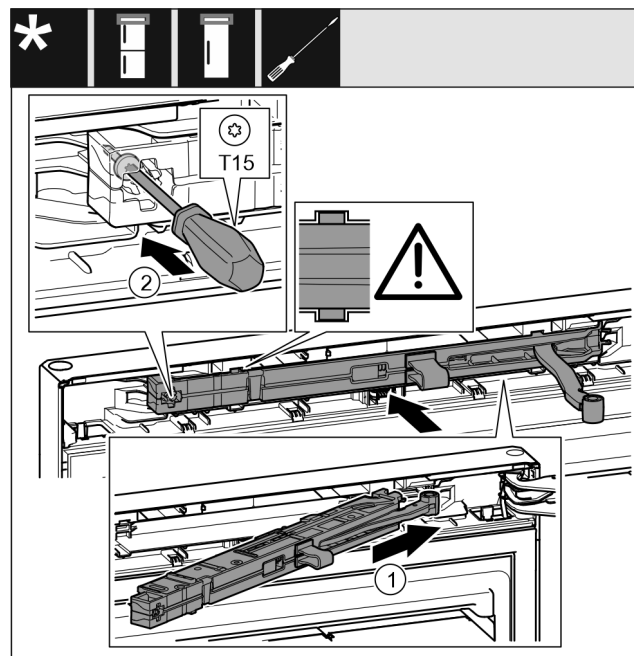

Fig. 55
- ▶ Côté support de palier, pousser l'unité d'amortissement de fermeture Fig. 55 (1) jusqu'en butée de biais dans l'évidement.
- ▶ Serrer la vis Fig. 55 (2) avec un tournevis.